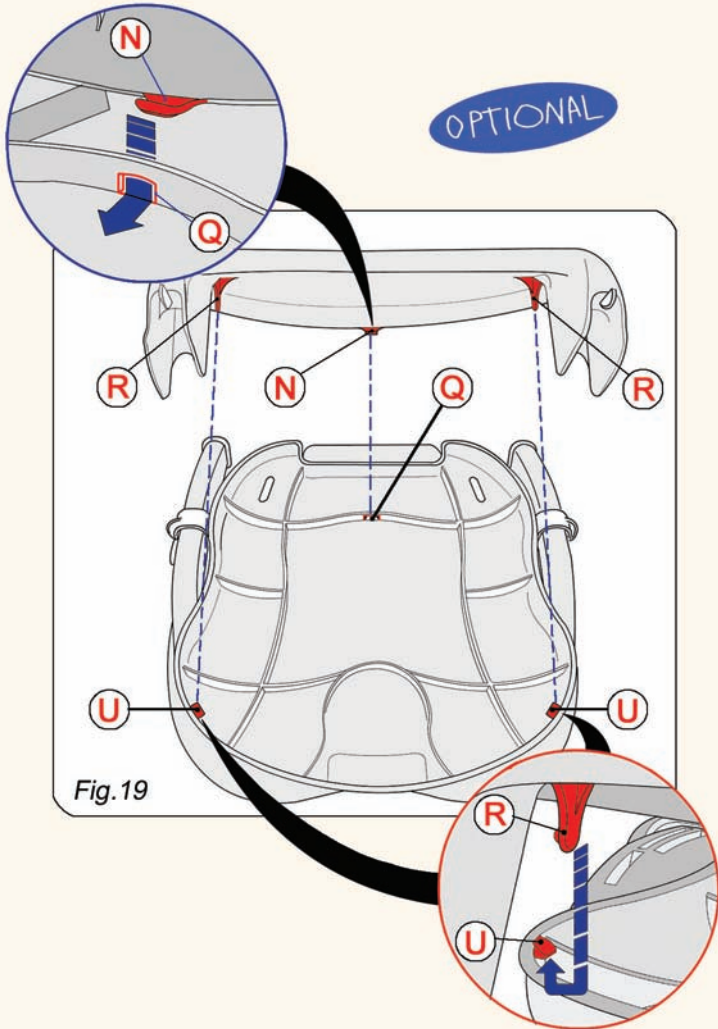

Fig.19
- Osservare l'immagine in fig.19; incastrare l'elemento "N" (posto sotto il davantino), nell'apposita sede "Q".